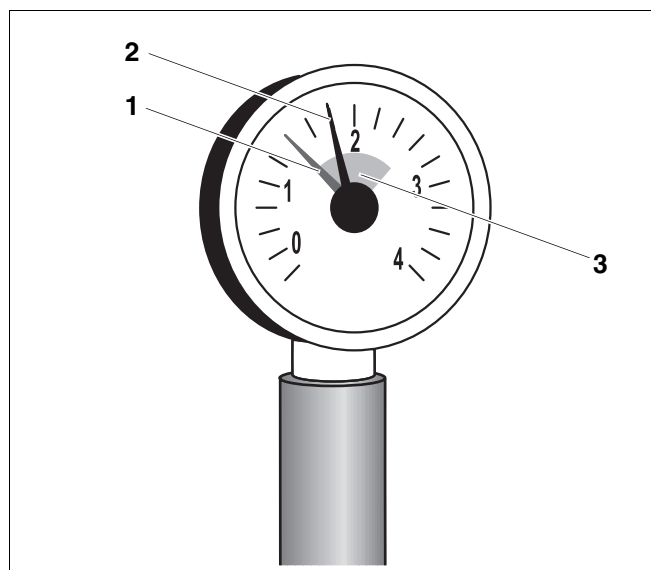

Рис. 5 Манометр для закрытых установок
У закрытых установок стрелка манометра (рис. 5, **поз. 2**) должна находиться в зеленой зоне (рис. 5, **поз. 3**). Красная стрелка манометра (рис. 5, **поз. 1**) должна быть установлена на требуемое давление.
- Если стрелка манометра (рис. 5, **поз. 2**) не доходит до зеленой зоны (рис. 5, **поз. 3**), то давление воды слишком низкое. В этом случае долийте воду в отопительную установку (см. глава 3 "Вода для заполнения и подпитки", стр. 7).